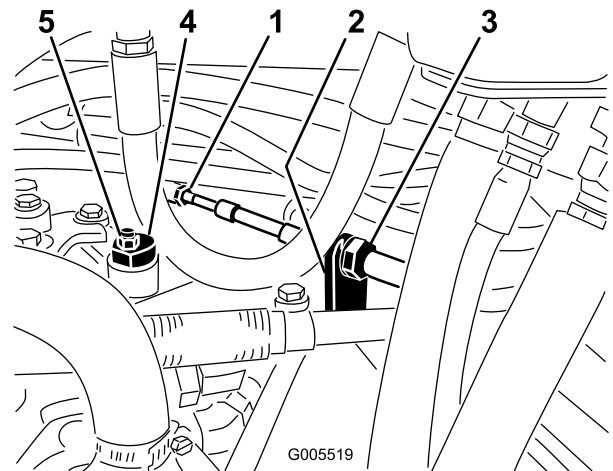

Bild 51
- A. Lösen Sie beide Klemmmuttern, mit denen der Fahrtriabs-Bowdenzug an der Trennwand am Hydrostat befestigt ist (Bild 51). Achten Sie darauf, dass die Klemmmuttern gleichmäßig gelockert sind und eine ausreichende Einstellung ermöglichen.
Hinweis: Lösen Sie die Mutter, mit der der Exzenter oben am Hydrostat befestigt ist (Bild 51).
- C. Drehen Sie den Exzenter, bis kein Kriechen in jeder Richtung auftritt. Ziehen Sie die Schraube fest, wenn sich das Rad nicht mehr dreht, um den Exzenter und die Einstellung zu arretieren (Bild 51). Überprüfen Sie die Einstellung mit dem Gasbedienungshebel auf Langsam“ und auf Schnell“.
- D. Ziehen Sie die Sicherungsmuttern, mit denen der Bowdenzug an der Trennwand befestigt ist, gleichmäßig von der Innenseite der Trennwand fest (Bild 51).